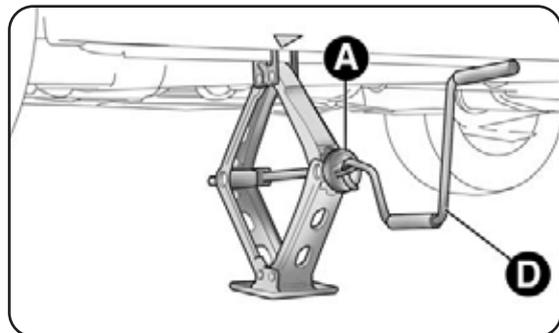
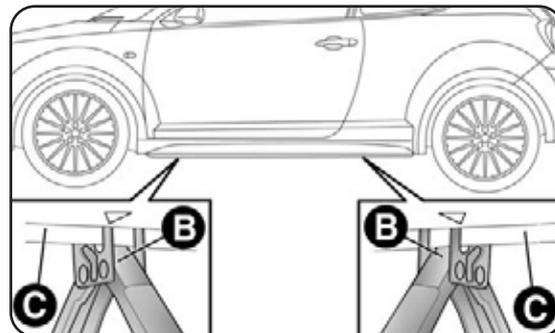

fig. 7
fig. 8
- accionar o dispositivo A-fig. 7 de modo a esticar o macaco, até que a parte superior B-fig. 8 se insira correctamente no interior do dispositivo C;
- inserir a manivela D-fig. 7 na sede no dispositivo A, accionar o macaco e levantar o veículo, até que a roda se eleve do solo de alguns centímetros, de seguida remover a roda danificada;
- accionar a manivela D-fig. 7 do macaco de modo a baixar o veículo. Sucessivamente extrair o macaco;